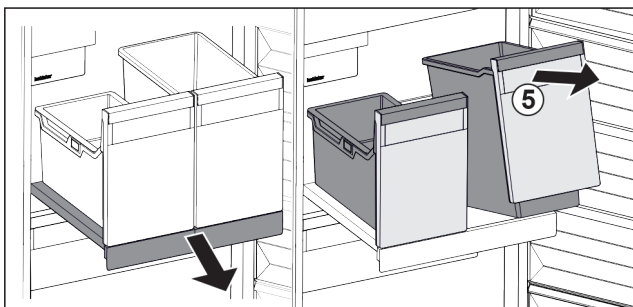

Fig. 99
- ▶ Підняти резервуар Fig. 99 (5) спереду.